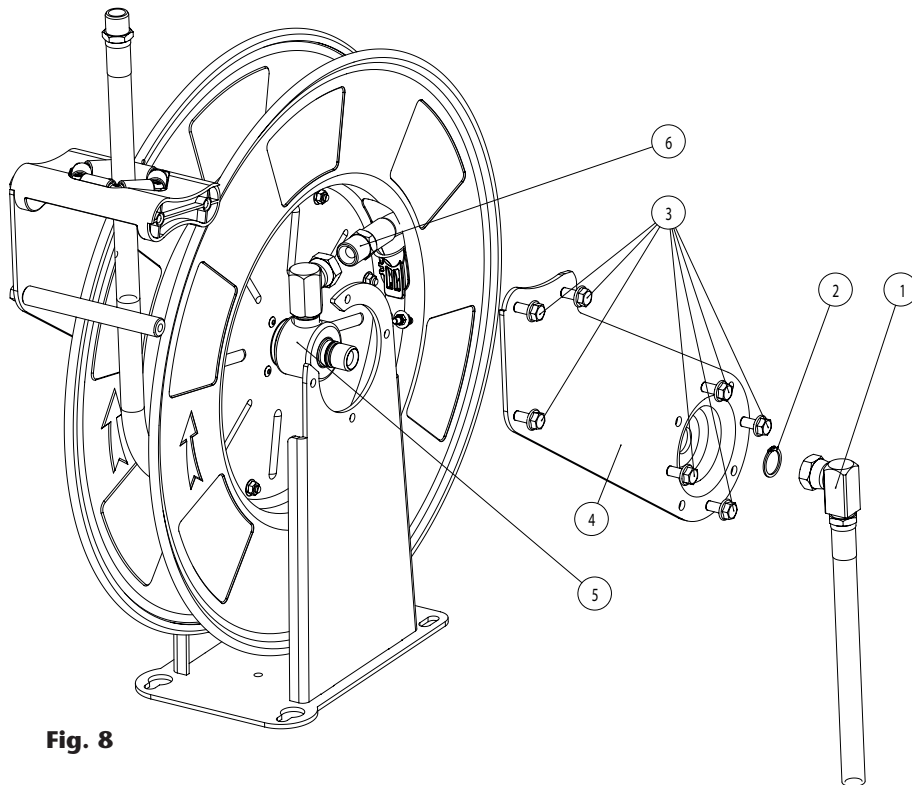
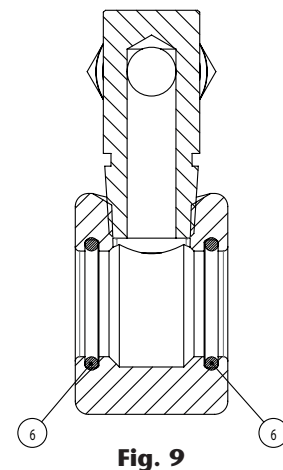

Fig. 8
Fig. 9
1. Disconnect the hose from the swivel (6) (fig. 8).
2. Disconnect the inlet hose loosening the inlet fitting (1) (fig. 8), and move away the circlip (2) (fig. 8).
3. Loosen the bolts (3) (fig. 8), to be able to remove the upper arm (4).
4. Pull out the swivel assembly (5) (fig. 8) and replace the seals (6) (fig. 9).
1. Desconecte la manguera de la rótula (6) (fig. 8).
2. Desconecte la manguera de acometida aflojando el racor de acometida (1) (fig. 8), y retire el circlip de seguridad (2) (fig. 8).
3. Desenrosque los tornillos (3) (fig. 8), lo que permitirá desmontar el brazo superior del enrollador (4).
4. Saque el conjunto rótula (5) (fig. 8) y sustituya las juntas (6) (fig. 9).
5. Remove the upper arm (4) (fig. 8) removing away the circlip (2)(Fig.8) and loosening the bolts (3) (fig. 8).
5. Desmonte el brazo (4) (fig. 8), para ello retire el circlip de seguridad (2) (fig. 8) y Desenrosque los tornillos (3) (fig. 8).